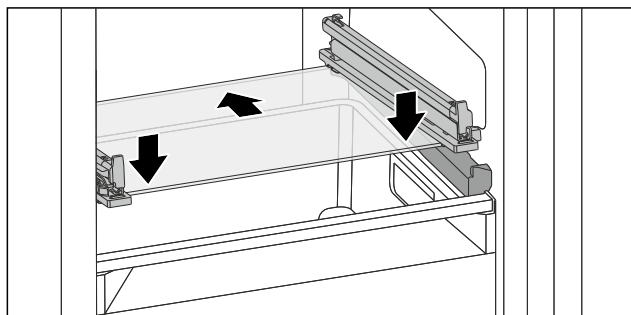

Fig. 134 Glasplatte des abklappbaren Schubfachs
- Glasplatte schräg hinter den Stopperrn aufsetzen. (siehe Fig. 134)